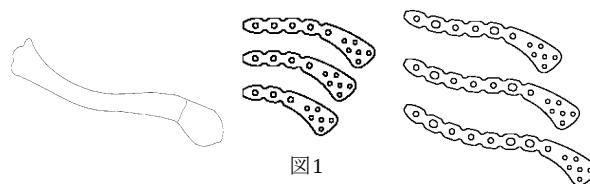

図1
- 骨折部の整復後、トライアルを用いてプレートのサイズ（骨幹部の穴数）を決定します。（図1）